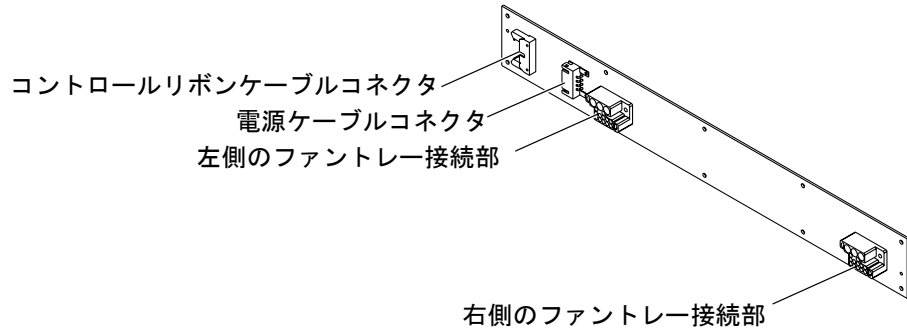

図 14-2 ファンバックプレーンの接続部
5. ファンバックプレーンから、電源ケーブルコネクタおよびコントロールリボンケーブルコネクタを外します。詳細は、図 14-2 を参照してください。
1. 電源コネクタおよびコントロールコネクタを左側にしてファンバックプレーンの位置を決め (図 14-2)、ファントレースロットのセパレータ (2 つのファントレイの中央部分) を避けるように傾けてボードをキャビネットに挿入し、取り付け穴に合わせます。
3. ファンバックプレーンに、電源ケーブルコネクタおよびコントロールリボンケーブルコネクタを接続します。詳細は、図 14-2 を参照してください。